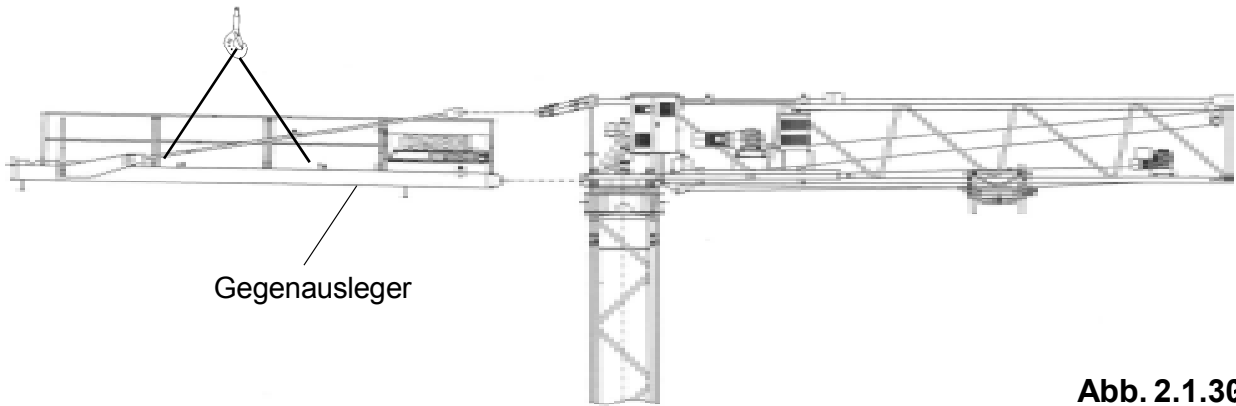

Abb. 2.1.30
- 1) Den Gegenausleger anheben (Abb. 2.1.30).